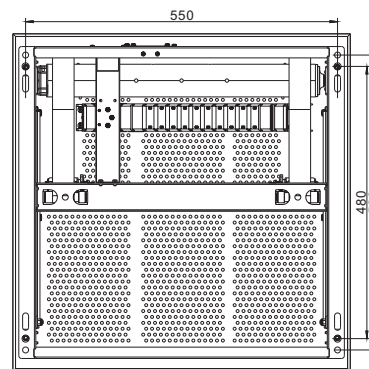
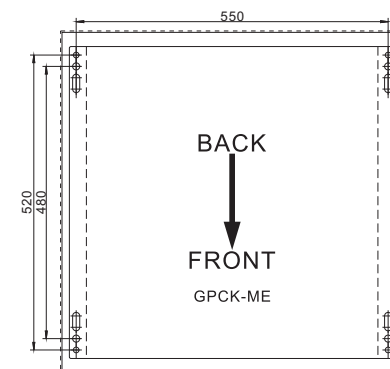

图5 安装孔距离
图6 天花打孔定位卡纸
3. 升降架的安装孔距离见图5，将附件的天花打孔定位卡纸 (图6) 贴到混凝土天花板上，按照定位卡纸上面的孔位在天花板打孔，安装四颗M8x80膨胀螺丝(非附件)，把膨胀螺丝固定好 (拧紧膨胀螺丝本身所配的螺母)，并确认已经安装牢固；